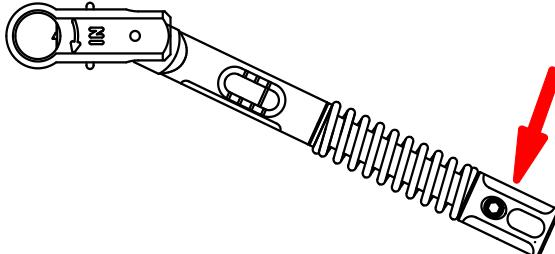

Figura 2
- El punto de presión para una activación exacta del par de giro solamente está en el mango de la tuerca de ajuste (véase la flecha en la Figura 2).